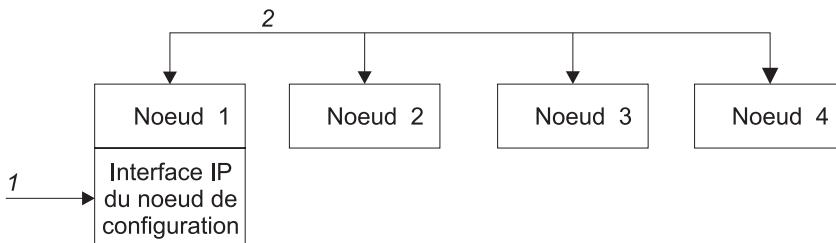

Figure 5. *Noeud de configuration*
La figure 5, à la page 16 présente un exemple de cluster comportant quatre noeuds. Le noeud 1 est le noeud de configuration. Les demandes utilisateur (1) sont traitées par le noeud.